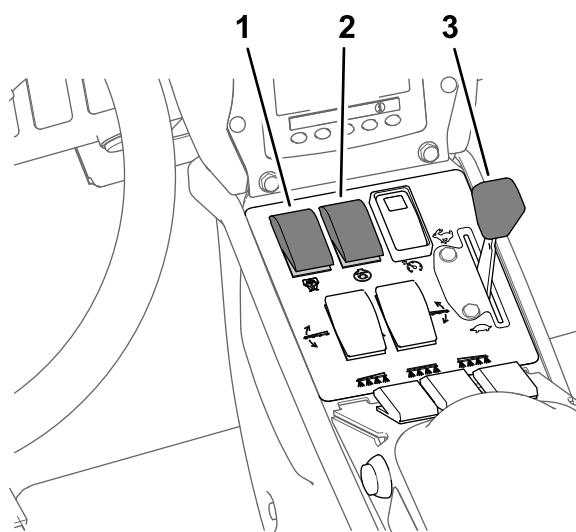

Figure 45
- Réglez la commande d'agitation et la commande de la pompe de pulvérisation en position ACTIVÉE (Figure 45).
- Placez la commande d'accélérateur en position HAUT RÉGIME (Figure 45).
Remarque: Cette procédure suppose que la pompe de pulvérisation est en marche; voir Figure 45 sous Pulvérisation en mode débit d'application (page 39).
- Réglez la commande d'accélérateur au régime moteur voulu pour pulvériser; voir Figure 45